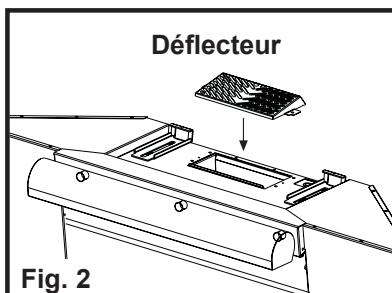

Fig. 2
- Fixer le déflecteur d'air au moyen des 2 vis Ø 3,5x9,5 mm. **Fig. 2**.